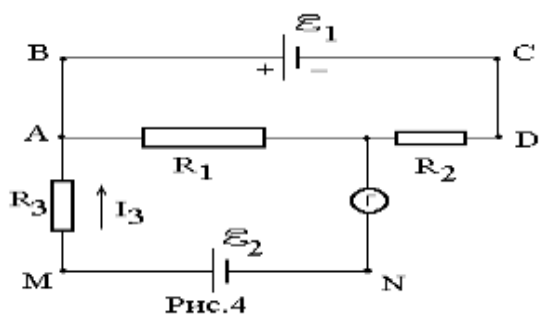

Рис. 4
26. Электрическая цепь состоит из двух гальванических элементов, трех сопротивлений и гальванометра (рис. 4). В этой цепи $R_1 = 50 \text{ Ом}$, $R_2 = 25 \text{ Ом}$, $R_3 = 5 \text{ Ом}$, э.д.с. элемента $\varepsilon_1 = 4 \text{ В}$. Гальванометр регистрирует ток $I_3 = 40 \text{ мА}$, идущий в направлении, указанном стрелкой. Определить э.д.с. Σ_2 второго элемента.